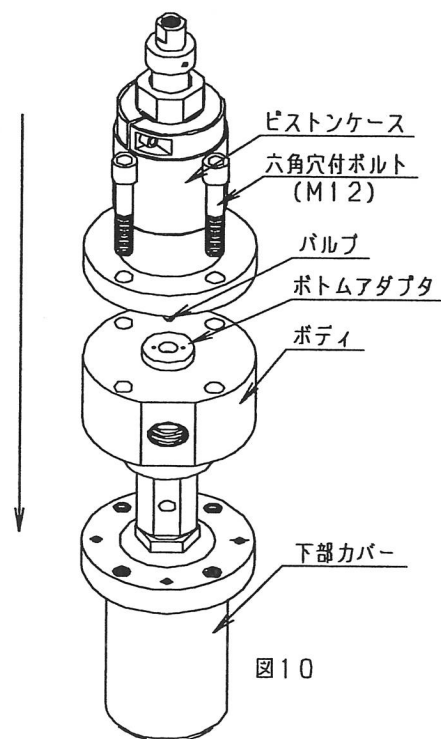

図10
- ⑬ 下部カバーにボディを挿入し、ピストンケースに組込まれたバルブをボトムアダプタに挿入し、六角穴付ボルト(M12)でピストンケース・ボディ・下部カバーを固定します。その際、六角穴付ボルト(M12)は締付トルク90N・mで締めつけます。(図10)
- ⑭ 近接スイッチ・油圧ホース・超高圧配管・ドレン配管を取付けます。